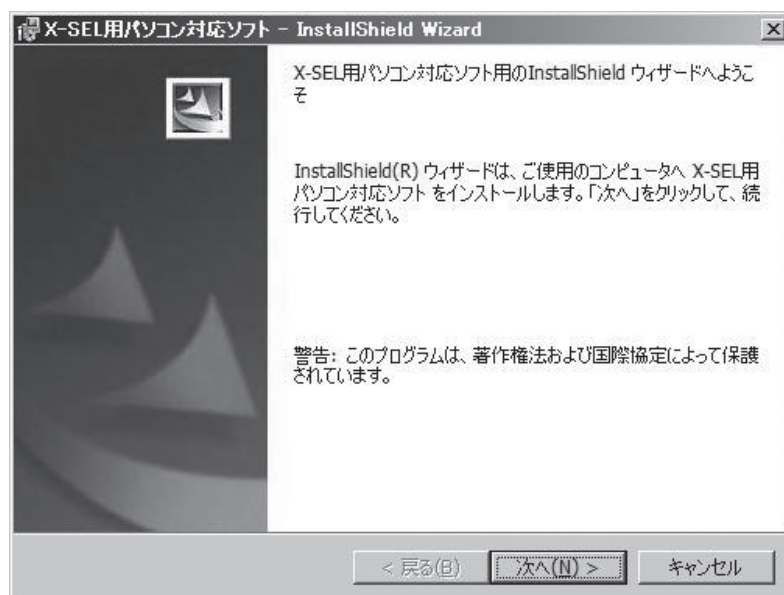

図 1.3 インストール画面
- ③ X-SEL 用パソコン対応ソフトのインストール画面（図 1.3）に移ります。